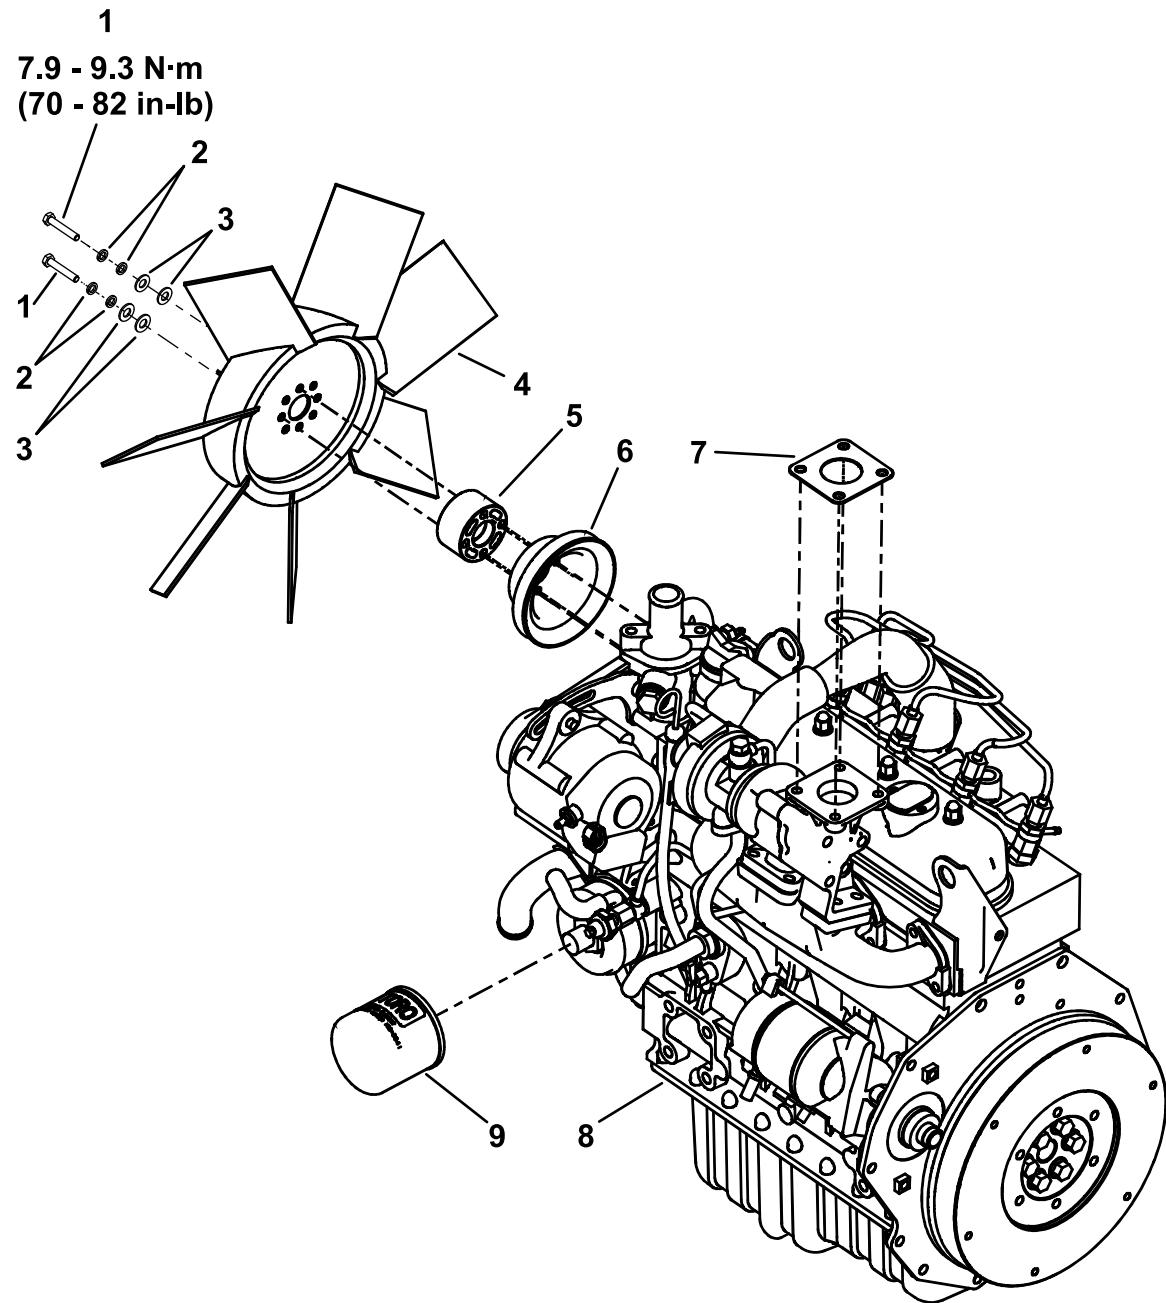

Figura 4
1. Ordinate un nuovo filtro dell'olio e una guarnizione di scarico (Figura 4). Fate riferimento al *Manuale dei componenti* di Toro per i numeri corretti dei componenti.
2. Oltre al filtro dell'olio e alla guarnizione di scarico, rimuovete i componenti mostrati nella Figura 4 dal vecchio motore e montateli sul nuovo motore, inclusi il nuovo filtro dell'olio e la guarnizione di scarico.